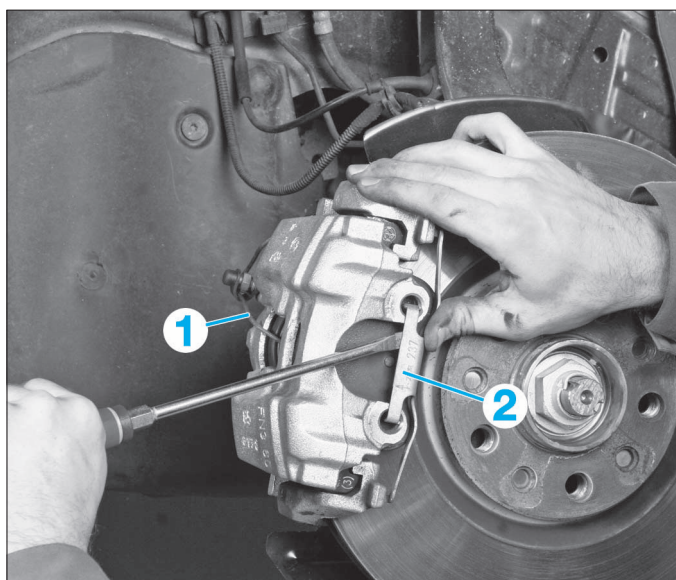
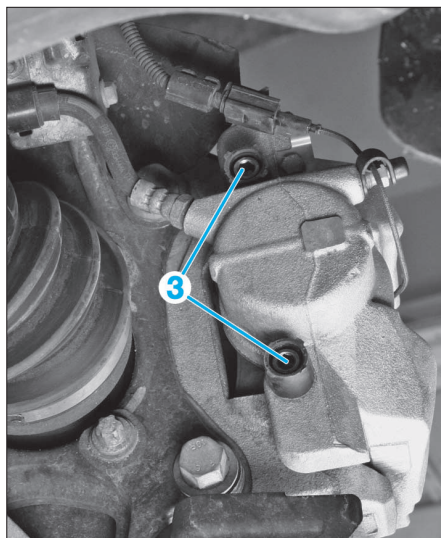

FIG. 2
FIG. 3
- **Du côté gauche**, débrancher le connecteur du fil électrique (1) du capteur d'usure des plaquettes (Fig.2).
- Déposer le ressort (2).
- Déposer les capuchons de protection des vis de fixation (3) de l'étrier, puis déposer ces dernières (Fig.3).